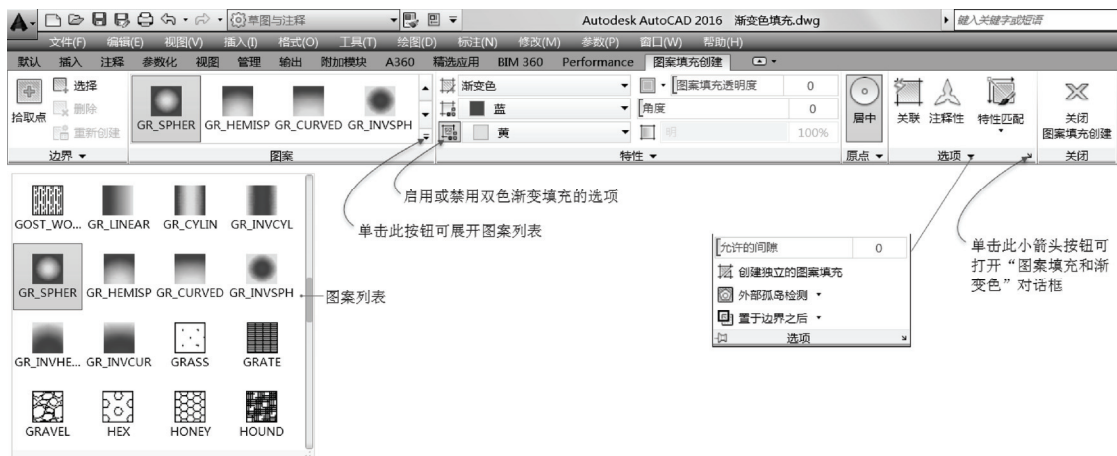

图 2-77 设置渐变色选项及参数
- 2) 在功能区的“图案填充创建”上下文选项卡中设置图 2-77 所示的选项及相应的参数。